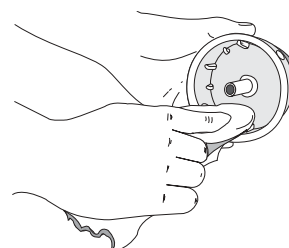

Fig. 33
4. Nettoyez le moulinet intérieur, le ressort, et l'arbre et la surface interne de la bobine extérieure à l'aide d'un tissu propre (Fig. 33).